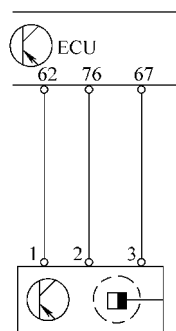

图 5-53 凸轮轴位置传感器连接电路图
(1) 凸轮轴位置传感器连接电路 如图 5-53 所示,接线插座上有三个引线端子,端子 1 为传感器电源正极端子,与电控单元端子 62 连接;端子 2 为传感器信号输出端子,与电控单元端子 76 连接,端子 3 为传感器电源负极端子,与电控单元端子 67 连接。